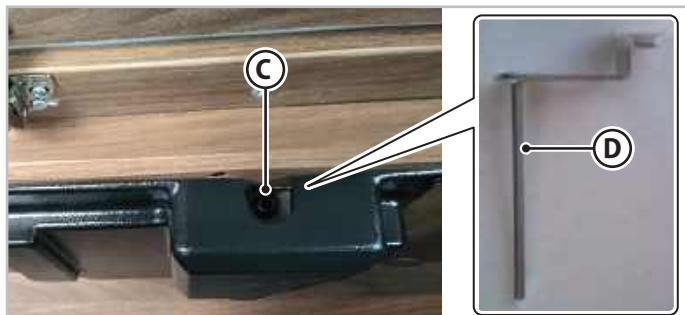

Fig.6.16 - Déblocage électrique du lit type A
2. Sur l'avant du moteur, insérer la clé (**D** - Fig.6.16) à l'intérieur de la vis (**C** - Fig.6.16) pour un mouvement manuel.